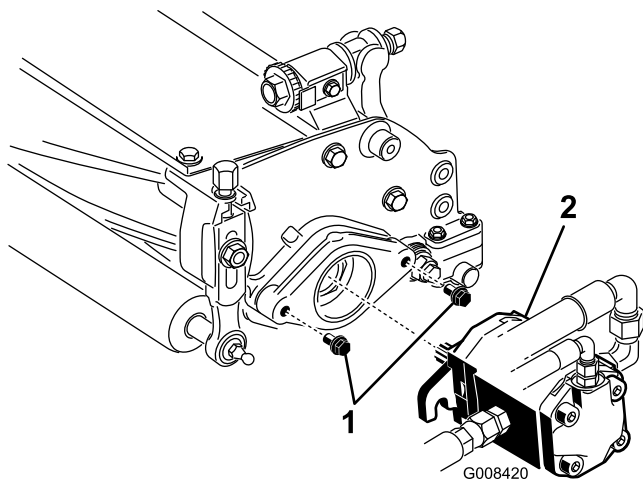

Figura 11
7. Assicuratevi che su ciascun bullone di montaggio del motore principale del cilindro sporgano circa 13 mm di filettatura (Figura 11).
8. Spalmate grasso pulito sull'albero scanalato del motore e montate il motore ruotandolo in senso orario in modo che le relative flange non tocchino i prigionieri. Girate il motore in senso antiorario finché le flange non circondano i prigionieri (Figura 11).
9. Serrate i bulloni di fissaggio (Figura 11).